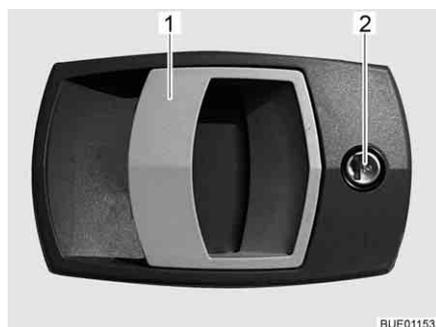

Fig. 31 Cerradura de la puerta de entrada, en el exterior
- Introducir la llave en el cilindro de cierre (Fig. 31,2) y girarla hasta que esté desbloqueada la cerradura de la puerta.
- Tirar del tirador de la puerta (Fig. 31,1). La puerta está abierta.
- Introducir la llave en el cilindro de cierre (Fig. 31,2) y girarla hasta que esté bloqueada la cerradura de la puerta.